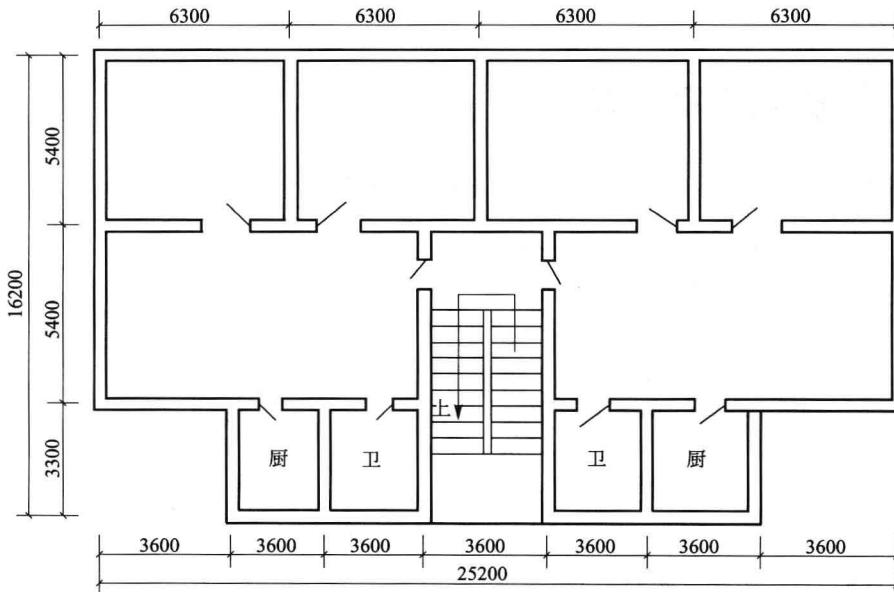

图 1-2 某办公楼二层示意图
**【例 1-2】** 如图 1-2 所示, 求某办公楼二层房间 (不包括卫生间) 及走廊地面整体面层工程量 (做法: 1:2.5 水泥砂浆面层厚 25mm, 素水泥浆一道; C20 细石混凝土找平层厚 40mm; 水泥砂浆踢脚线高 15mm)。